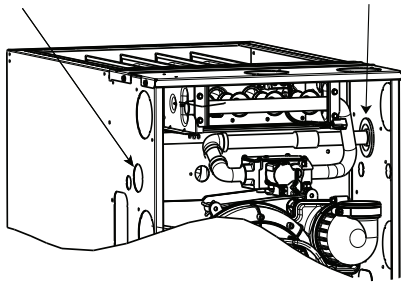
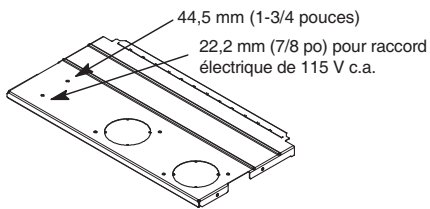

Fig. 30 – Entrée de gaz
Fig. 31 – Entrée de gaz et d'électricité facultative
La pression d'alimentation doit se situer dans les limites des pressions d'alimentation d'entrée minimale et maximale indiquées sur la plaque signalétique avec les brûleurs en position de marche (ON) et d'arrêt (OFF). L'entrée de gaz peut se trouver du côté gauche ou droit, ou sur le panneau supérieur. Consultez le Fig. 30 et la Fig. 31.
L'entrée de gaz peut se trouver du côté gauche ou droit, ou sur le panneau supérieur. Consultez la Fig. 30 et la Fig. 31.
Pour les applications à ventilation directe (deux conduits), la découpe pour le tuyau de gaz doit être scellée afin de prévenir toute fuite d'air. Retirez la découpe, posez l'œillet à l'intérieur, puis insérez le tuyau de gaz. Vous trouverez l'œillet dans le sac de pièces détachées. Consultez la Fig. 30.